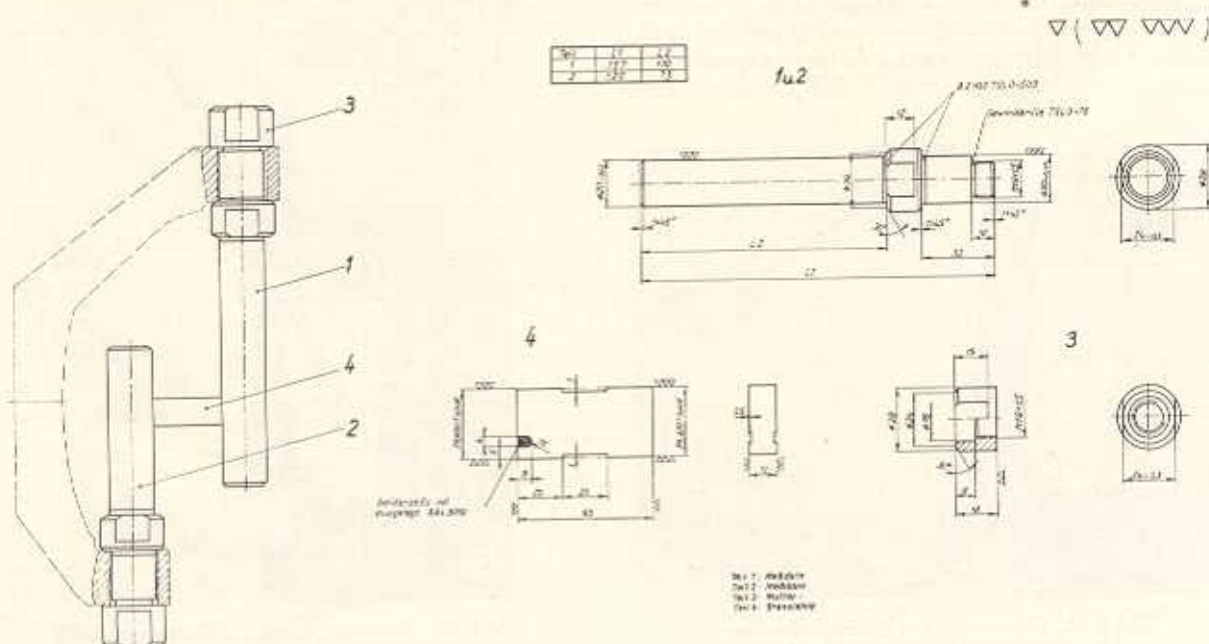
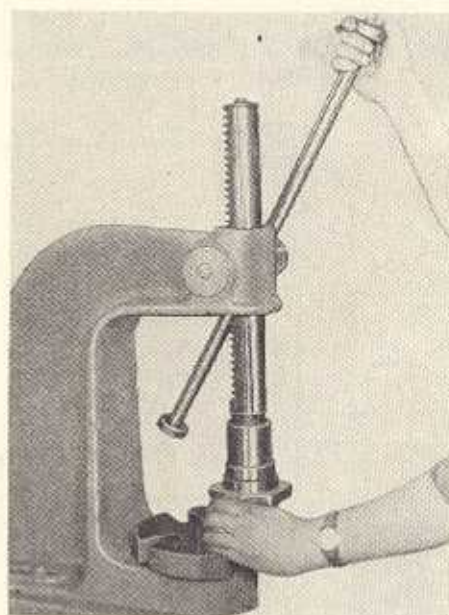

Bild F 42. Fluchtdorne für Schwenklagerkontrolle (W-211746)
Bild F 45. Einpressen des Rillenslagers 6307 in das Schwenklager (W-210 749)
1. Schwenklager kontrollieren, ob es verbogen oder beschädigt ist (Bild F 42). Radialdichtring mit Vorrichtung (Bild F 43) auf die vorgeschriebene Tiefe einpressen. Rillenslager 6307 fetten und einpressen (Bild F 45).